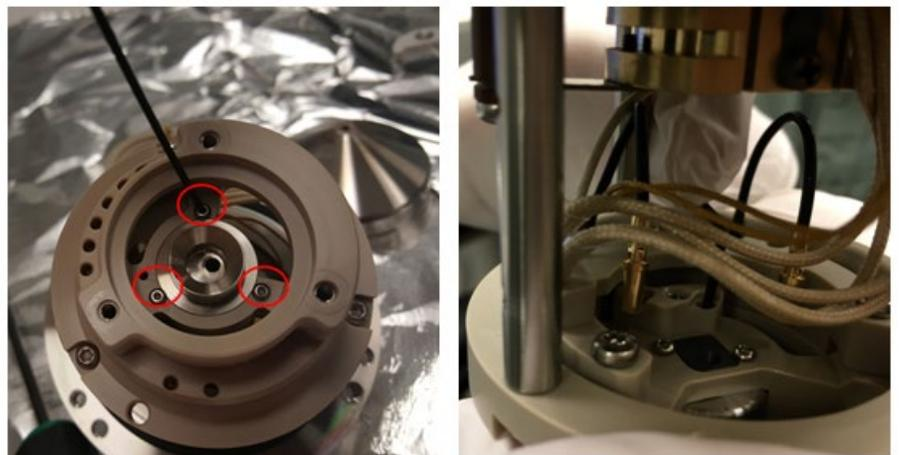

Abbildung 120: Entfernung der Schrauben an der Tubuslinse
- 17) Entfernen Sie die drei Schrauben, welche die Tubuslinse fixieren. Zum Entfernen der Tubuslinse drücken Sie mit einem Werkzeug, z. B. einem Inbusschlüssel, durch die zweite Öffnung, aus welcher der zweite Schaltdraht herausgezogen wurde, auf den elektrischen Stift. Siehe Abbildung 120.